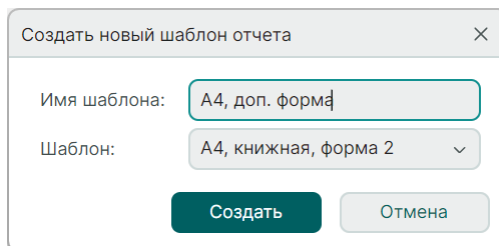

Рис. 80 Ввод имени нового шаблона
3. В поле «Имя шаблона» введите наименование нового шаблона листа отчета, Рис. 80.